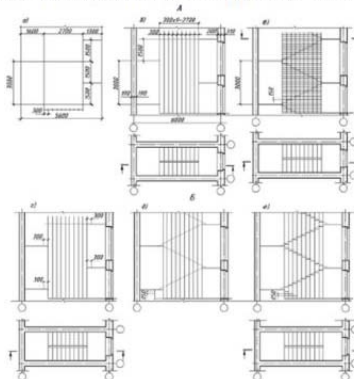
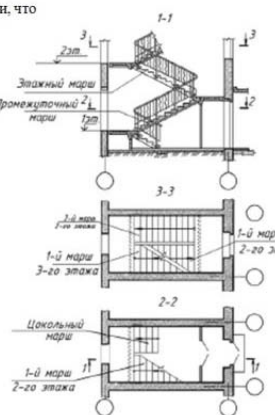

Рис. 6.3.1. Графическая разбивка лестничной клетки
Рис. 6.3.2. Разрез лестничной клетки
- по полученной сетке вычерчивают профиль лестницы. (рис. 6.3.1А).
На рис. 6.3.1Б показан второй способ получения вспомогательной сетки. Контуры стен лестничной клетки и контуры площадок обводят сплошной основной толстой линией. Марши, попавшие в разрез, обводят так же сплошной основной толстой линией. Марши, не попавшие в разрез, обводят сплошной тонкой линией. На рис. 6.3.2 показан поперечный разрез лестничной клетки, что почти соответствует левой половине формата нашей РГР.
На рис. 6.3.2 показан поперечный разрез лестничной клетки, что почти соответствует левой половине формата нашей РГР.